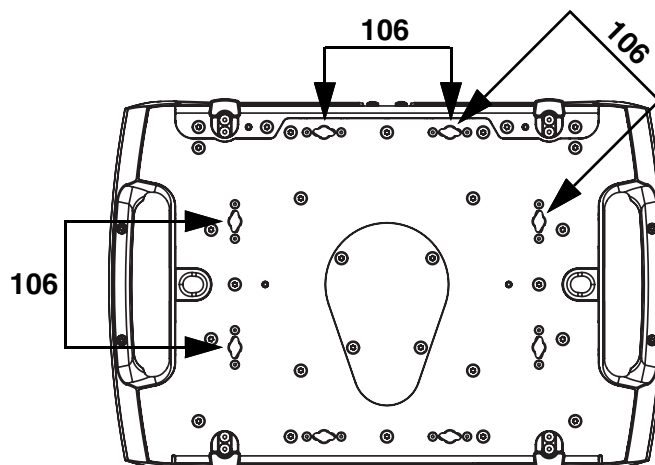
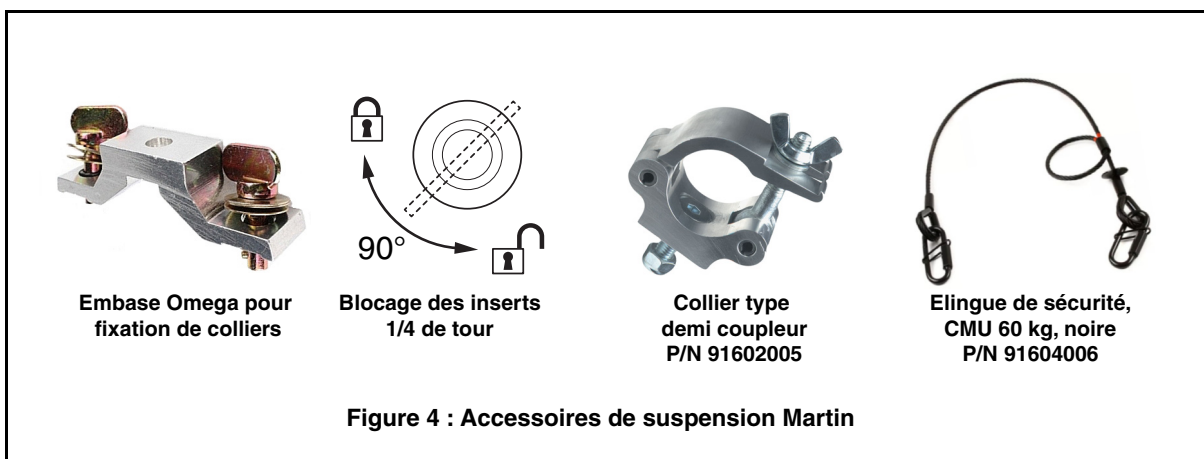

Figure 3 : Points de montage des embases Omega
Figure 4 : Accessoires de suspension Martin
Le MAC Ultra Performance peut être fixé à une surface telle qu'une scène ou fixé à un pont dans n'importe quelle orientation à l'aide de deux embases Omega (voir Figure 4) et de deux colliers. Les colliers doivent être de type demi-coupleur ou d'un type équivalent qui encercle entièrement le tube porteur à moins que l'appareil ne soit installé en douche vers le bas, auquel cas d'autres types de colliers homologués pour le poids de l'appareil peuvent être utilisés.
Les quatre paires d'inserts à 1/4 de tour espacés d'un entr'axe 106 mm (4.17 po.) acceptent des embases Omega pour la fixation rapide d'accessoires de suspension (voir Figure 4). Les embases Omega peuvent être installés parallèlement aux côtés de la base ou en diagonale (voir Figure 3).
3. Voir Figure 3 en page 11. Alignez le premier collier et son embase avec 2 points d'accroche de la base, puis engagez les deux inserts à quart de tour dans les emplacements correspondants de la base. Voir Figure 4. Tournez les leviers des inserts à quart de tour de 90° dans le sens horaire pour verrouiller.